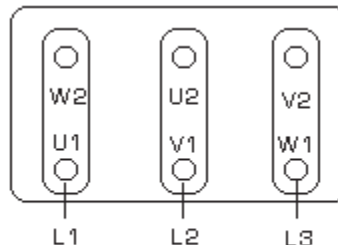

Fig. 2
- delta connection (Fig. 2)
- Dreieckschaltung (Abb. 2)
- треугольником (рисунок 2)